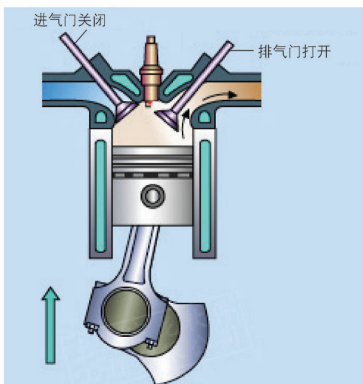

图 2-4 排气行程
④ 排气行程。当做功接近终了时,排气门开启,进气门仍然关闭,如图 2-4 所示,靠废气的残余压力先进行自由排气,活塞到达下止点再向上止点运动时,继续把废气强制排到大气中去,活塞越过上止点后,排气门关闭,排气行程结束。由于燃烧室容积的存在,不可能将废气全部排出气缸。受排气阻力的影响,排气终止时,气体压力仍高于大气压力,约为 $0.105 \sim 0.115$  MPa,温度约为 $900 \sim 1200$  K。